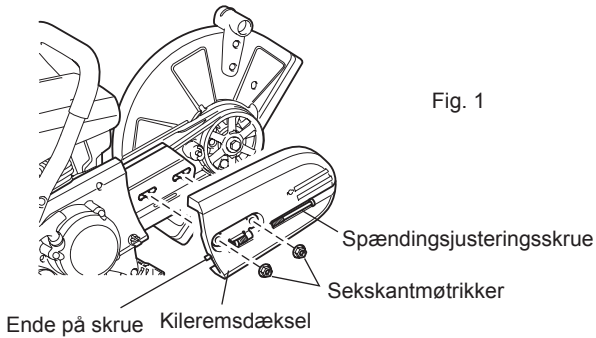

Fig. 1
- (1) Løsn spændemøtrikken og drej spændingsjusteringsskruen til venstre indtil skrues enden er synlig. (Fig. 1)
- (2) Skru spændemøtrikkerne af og fjern kileremsdækslet. (Fig. 1)